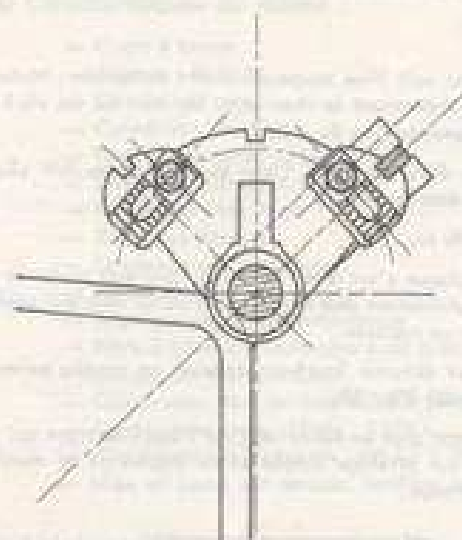

Fig. 29
- Tourner le brabant pour vérifier que l'étrépageur de corps gauche est lui aussi perpendiculaire. Corriger, si nécessaire, cet aplomb en agissant sur les cliquets du brabant (fig. 29). Il faut, en principe, que les 2 cliquets soient réglés au même cran.